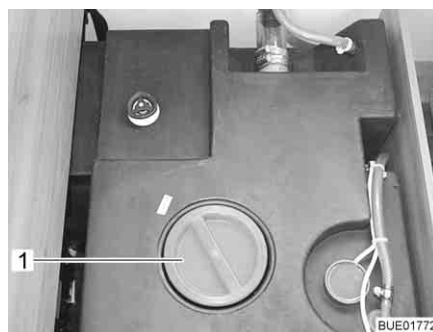

Bild 231 Wassertank mit Drehgriff
- Verschlussdeckel (Bild 231,1) des Wassertanks abnehmen.